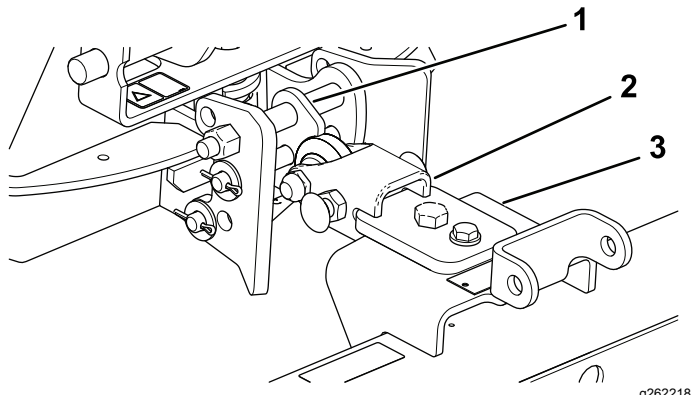

図 11
1. ヒッチアセンブリを、角度の付いている側が上になるようにして取り付ける 図 11。
2. 牽引バーをハンガーアセンブリの上側に組み付ける 図 11。